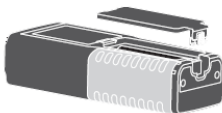

Fig. 9: Sustitución de las pilas internas
1. Quite el tornillo de fijación de la tapa del hueco de las pilas y retire la tapa (vea Fig. 9)